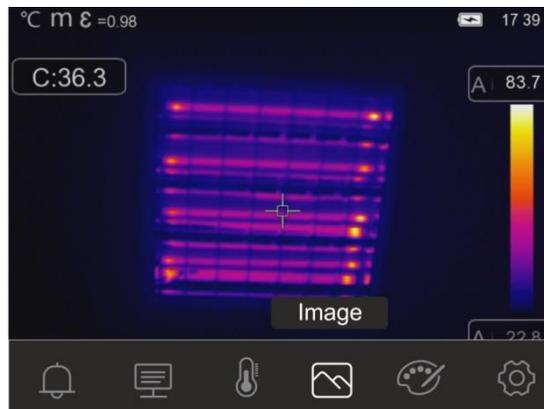

Fig. 34: Modo Imagem
- A área facial torna-se automaticamente retangular, conforme exibido na Fig. 34